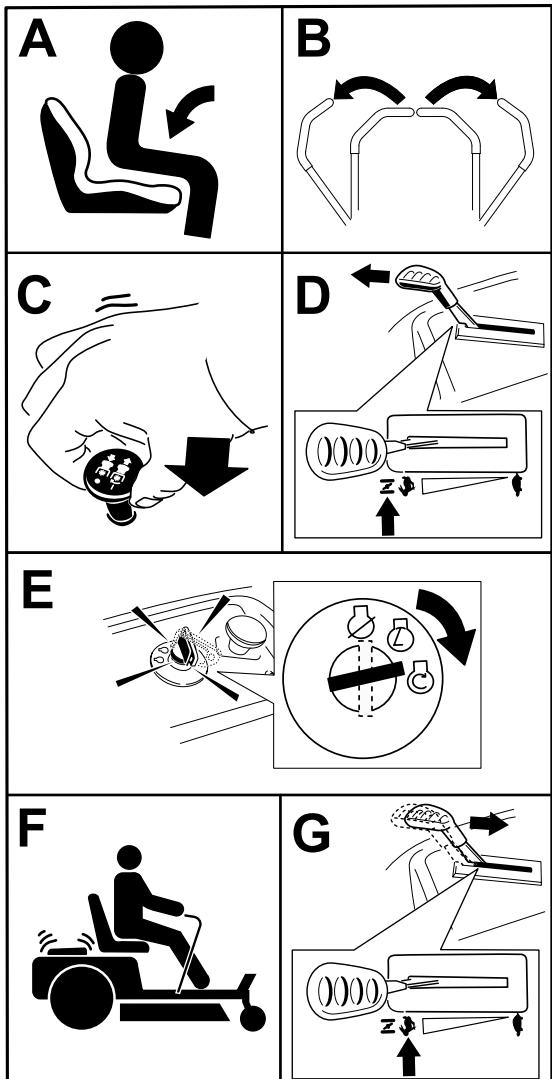

Bild 23
Hinweis: Zum Anlassen des Motors müssen Sie ggf. den Hebel gegen den Anschlag in der Choke-Stellung halten, während Sie den Motor anlassen (Bild 23).
1. Stellen Sie den Zapfwellenantriebsschalter in die Aus-Stellung, um die Messer auszukuppeln (Bild 23).